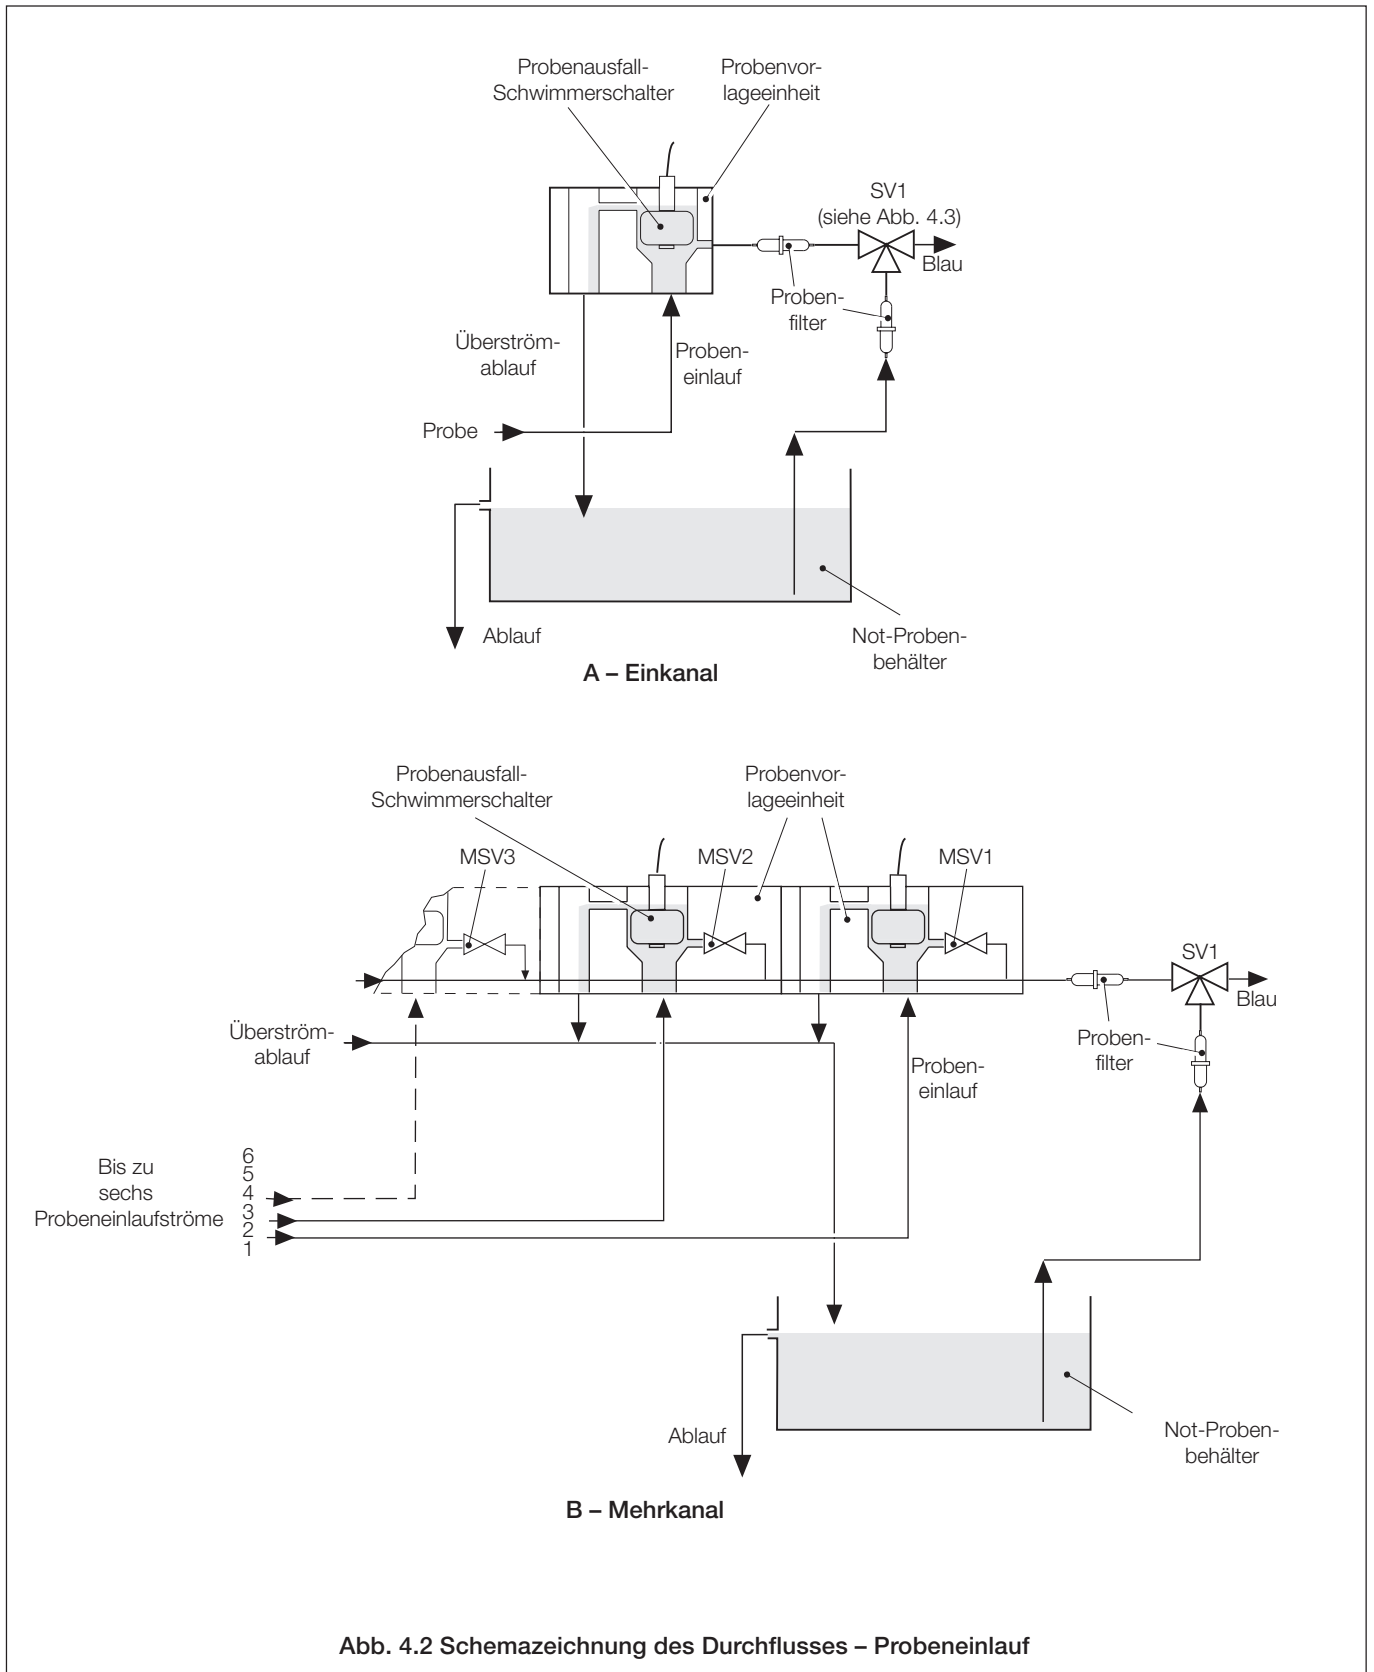

Abb. 4.2 Schemazeichnung des Durchflusses – Probeneinlauf
**Hinweis.** Ein geeigneter Not-Probenbehälter mit einer Kapazität von 40 Litern ist durch den Betreiber bereitzustellen. Eine mögliche Anordnung ist in Abb. 4.2 dargestellt. Als Alternative kann eine konstante unabhängige Quelle verwendet werden.
### 4.2 Allgemeiner Betrieb – Abb. 4.2 und 4.3